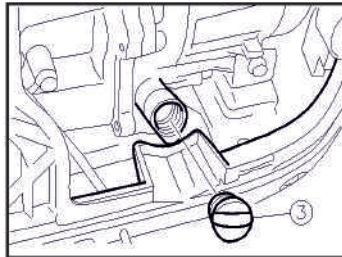

Рис. 17
2. Выкрутите пробку маслозаливной горловины (3) (Рис. 17).